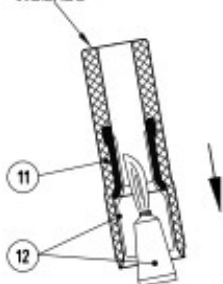

FIGURA 2
3 - COLOQUE A CAPA PLÁSTICA PROTETORA (13) E PASSE A PASTA DE MONTAGEM (12) CONFORME INDICADO NA FIGURA 2. MONTE O CONE DE ALÍVIO (11) COM FIRMEZA ATÉ O ENCOSTO, OU SEJA, ATÉ QUE A PARTE CONDUTORA DO CONE DE ALÍVIO ENCOSTE NA MALHA DE ATERRAMENTO. RETIRAR A CAPA PROTETORA (13). MONTE O TERMINAL DE COMPRESSÃO (8) ou (9) CONFORME INDICADO NA FIGURA 3.